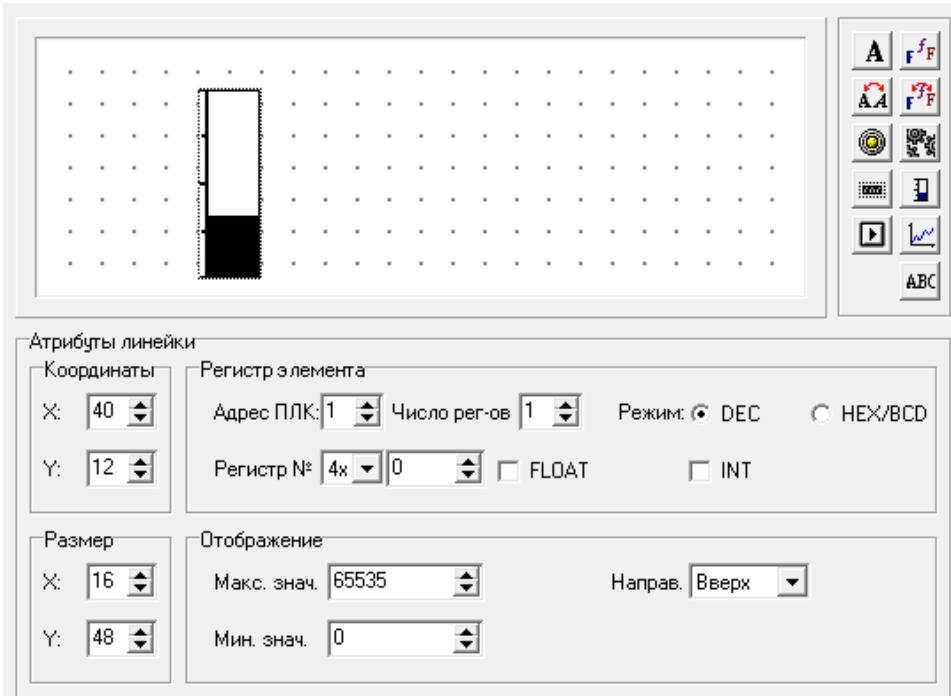

Рисунок 4.17 – «Линейка»
- Нажать кнопку  Откроется область задания параметров «линейки» (см. рисунок 4.17).